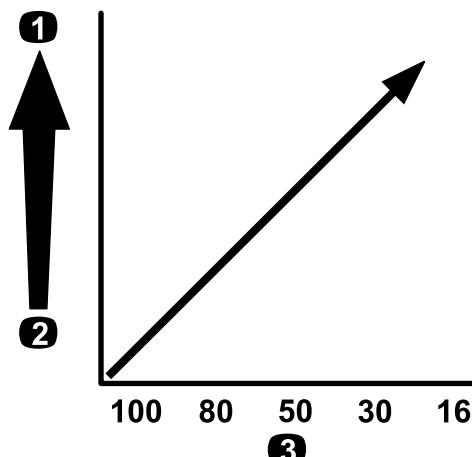

**Figura 23**
**Importante:** Se state irrorando con prodotti chimici a viscosità più elevata (densità maggiore) o soluzioni con polveri bagnabili, potrebbe essere necessario utilizzare una rete della griglia più grossolana per il filtro di pressione opzionale, fate riferimento a Figura 23.